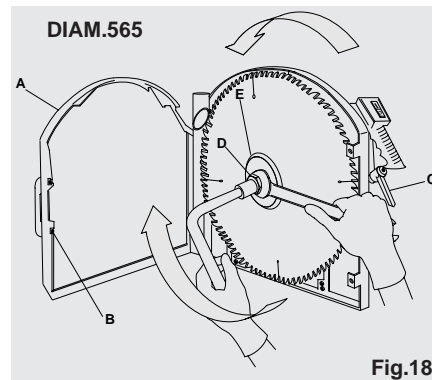

Fig.18
Ouvrir la trappe (A) du carter couvre-lame à l'aide de la clé située sur la vis (B), bloquer le carter en bas à l'aide de poignée (C). Ainsi vous obtiendrez l'espace nécessaire pour desserrer l'écrou avec filetage à gauche (D), maintenez en place l'arbre moteur en insérant une clé Allen comme le montre la fig. 18 et utiliser une clé ouverte dans le sens des aiguilles d'une montre. Pendant ces opérations, faites attention à ne pas vous blesser, il est conseillé d'utiliser des gants. Extraire la bride externe (E), de manière à accéder à l'arbre moteur sur lequel effectuer le montage/la substitution de la lame. Répéter toute la procédure dans le sens inverse et terminer l'opération.
Faire très attention à l'orientation des dents de la lame et s'assurer qu'elle correspond bien à celle illustrée à la figure 18.